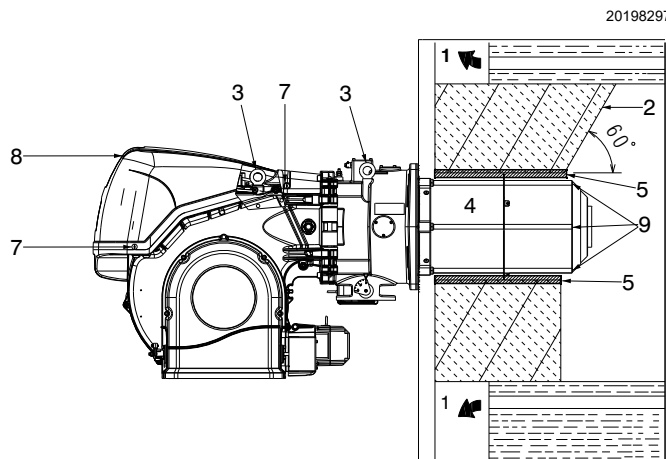

Fig. 14
Para calderas con paso de humos delantero 1)(Fig. 14) o con cámara de inversión de llama, colocar una protección de material refractario 5) entre el refractario de la caldera 2) y el tubo llama 4).
Preparar un sistema de elevación adecuado enganchándose con los anillos 3)(Fig. 14), después de haber quitado los tornillos 7) de fijación de la tapa 8).
- Introducir la protección térmica suministrada en el tubo llama 4)(Fig. 14).
Al fijar el quemador a la caldera, prestar especial atención a los tubos externos del gas 9)(Fig. 14) para evitar dañarlos.